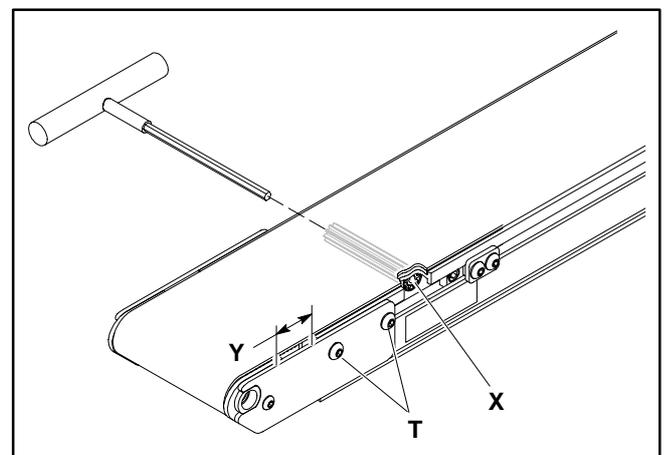

Abbildung 8
8. Die Schrauben der Verbindungstreifen (V) mit 2 Nm festziehen. Die Installationsträgerschrauben (W) mit 9 Nm festziehen.
9. Einen 5 mm Sechskantschlüssel zu beiden Seiten des Ritzels einführen (X siehe Abbildung 8). Das Ritzel drehen, um die Spalte am Spannende (Y) auf 30 mm zu vergrößern.